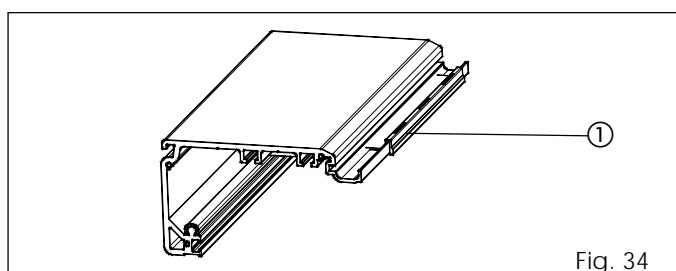

Fig. 34
- Monter sur le bord externe du profilé de support 3 entretoises (fig. 34 réf. ①), en les positionnant aux extrémités et au centre.